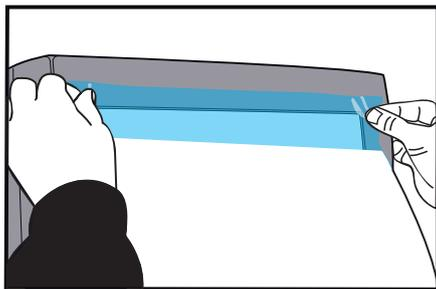

Abbildung 11
- › Etwa 10 cm vom Abdeckpapier entfernen und die Folie auf den Rand des Bildschirms kleben. (Abb. 11)